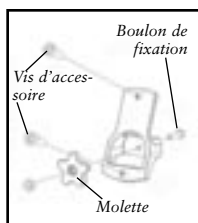

Figure 3.9 - Diagramme de montage de la patte d'attache
1. Insérez la tête du boulon de fixation de la patte d'attache (figure 3.9) dans l'extrémité gauche du canal de la barre de support (figure 3.8).